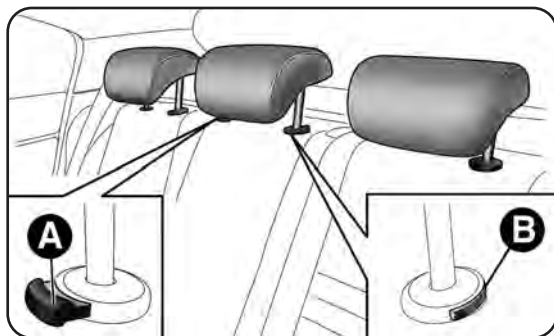

fig. 74
- levante los reposacabezas hasta su altura máxima, pulse los dos botones A y B-fig. 74 al lado de las dos sujeciones y luego quite los reposacabezas sacándolos hacia arriba;